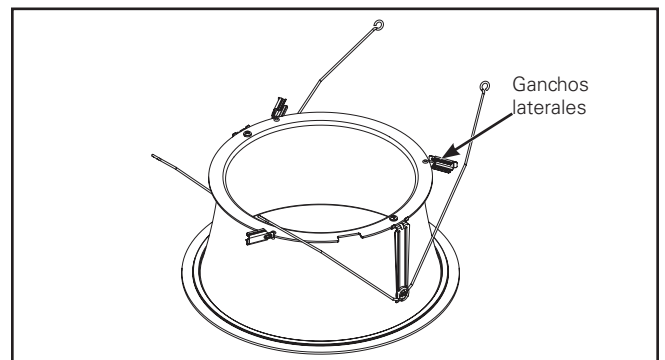

Figura 36.
3. Retire la unidad de la moldura del embalaje protector y gire los ganchos laterales (3) hacia afuera (Figura 36).